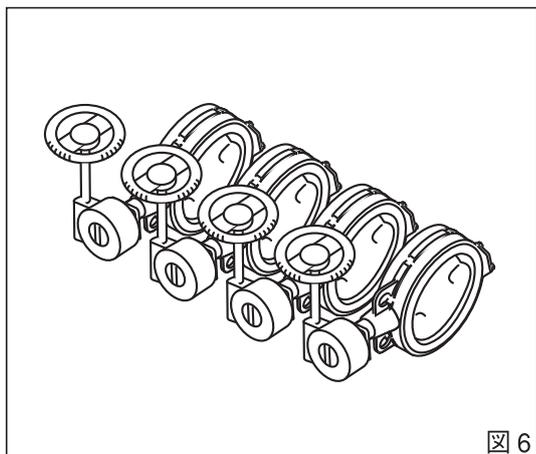

図 6
- ❗開梱保管：開梱された状態で保管される場合は、本体および駆動部に無理な力がかからない状態で保管ください。また、必ずシートをかけ、ホコリなどを防いでください。（図6）